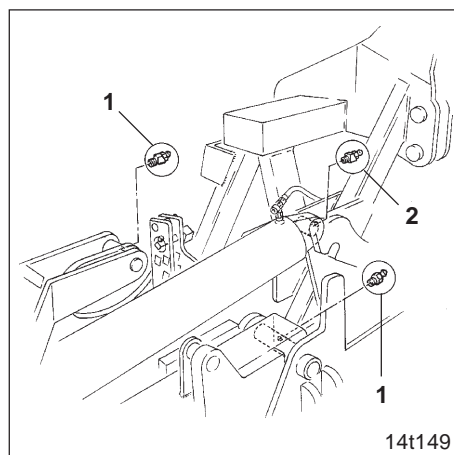

Fig. 19.6
- die 4 Schmiernippel (Fig. 19.6/1) an den Gelenkpunkten des Transportrahmens.
- die beiden Schmiernippel (Fig. 19.6/2) an den Gelenkpunkten der Hydraulikzylinder.